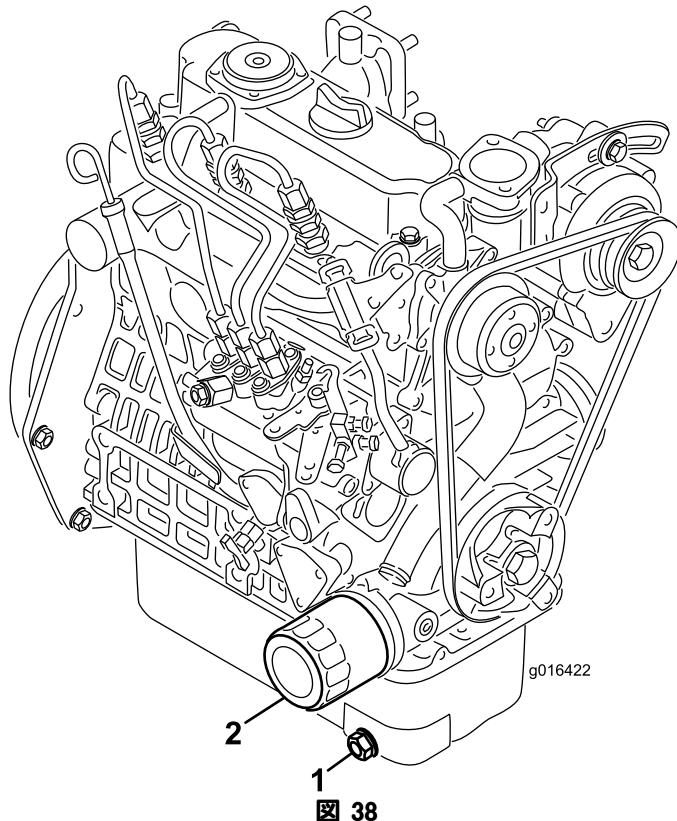

図 38
- ドレンプラグ (図 38) を外してオイルを容器に受ける。オイルが抜けたらドレンプラグを取り付ける。